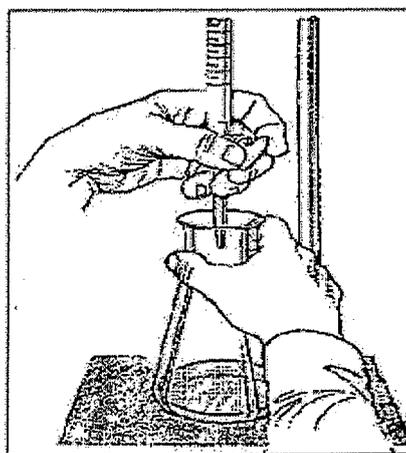

Figura 6.2. Posição das mãos durante uso da bureta
- f- Abrir a torneira com a mão esquerda e transferir 5 mL da água para o béquer, observar a Figura 6.2. Anotar o volume corretamente (2 casas depois da vírgula).